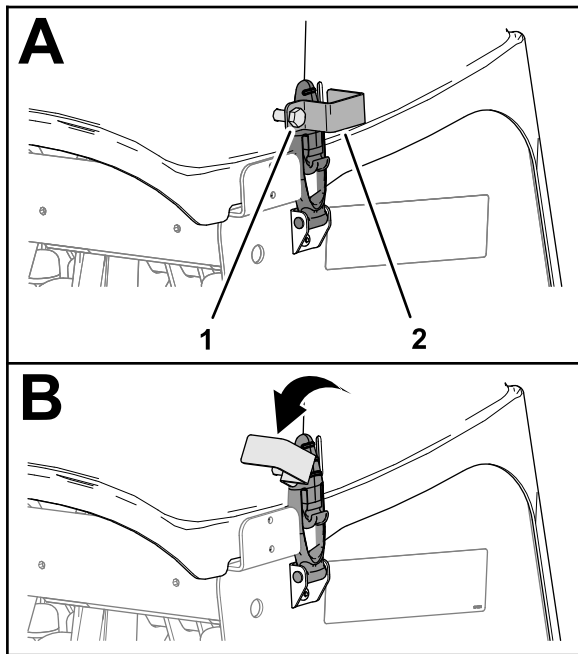

Figura 138
1. Si su máquina tiene seguros (CE) en los cierres, afloje el perno de la pletina del seguro hasta que la pletina del seguro salga de la ranura del lateral de la cubierta del cabezal de perforación (Figura 138).
2. Gire la pletina del seguro para apartarla del cierre (Figura 138).